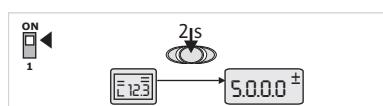

Fig. 30 : Mode Menu Service
**Mode Service** : Si le mode Service est activé par l'intermédiaire de l'interrupteur DIP 1, c'est le numéro de menu <5.0.0.0> qui s'affiche en premier. (fig. 30).